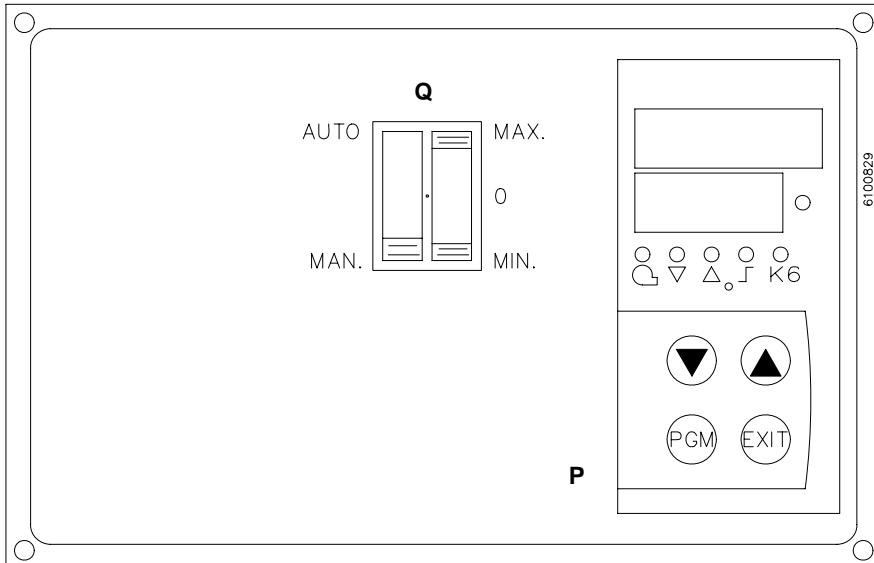

Рис. 41 - Модулирующие горелки
- Нажмите на 5 секунд кнопку EXIT на модуляторе (Рис. 41); Когда включится светодиод с символом руки, при помощи стрелки постепенно приведите сервопривод в положение максимального открытия, останавливая его ход у каждого винта V, регулируя тот, который находится у подшипника, для регулирования расхода воздуха.